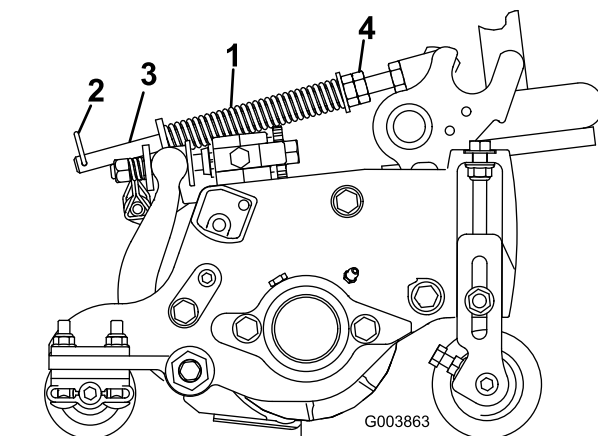

Figura 54
El muelle de compensación del césped (Figura 54) transfiere el peso del rodillo delantero al rodillo trasero. Esto ayuda a reducir el patrón de ondulación en el césped.
- Asegúrese de que el pasador de horquilla esté instalado en el taladro trasero en la varilla del muelle (Figura 54).
longitud comprimida del muelle sea de 15,9 cm; consulte Figura 54.